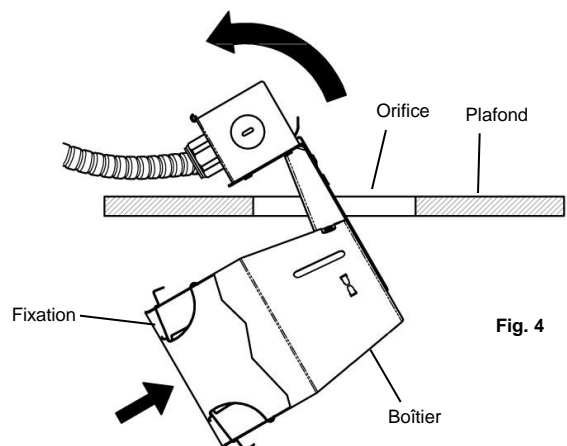

Fig. 4
1. Faites glisser le boîtier dans le orifice (Fig. 4).